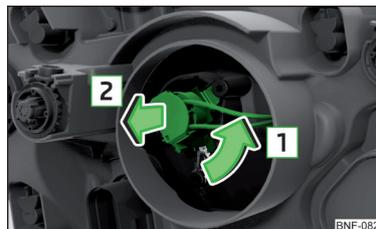

Fig. 174 Remplacement de l'ampoule du feu de croisement et de route
- Tourner la fiche avec l'ampoule dans le sens de la flèche **1** » fig. 174.